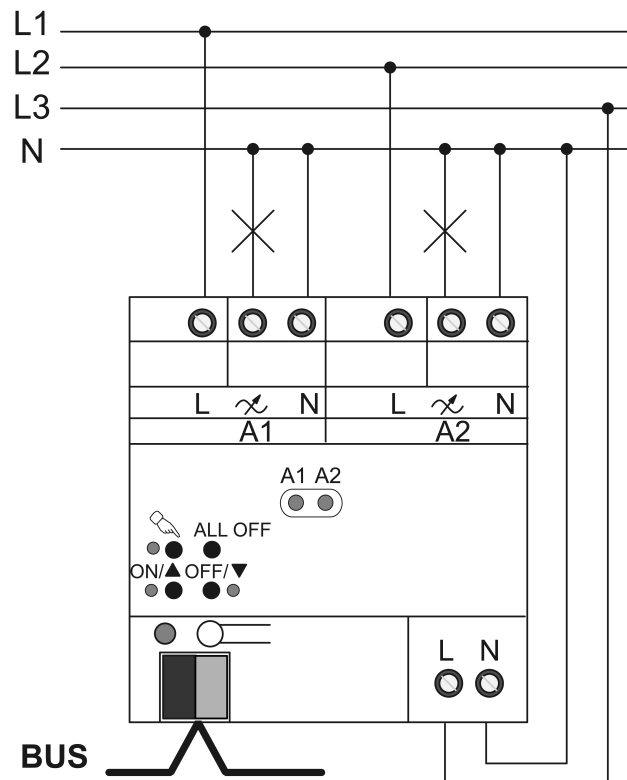

Bild 5: Dimmeraktor - anslutningsexempel
- Anslut enheten enligt anslutningsexemplet (Bild 5).